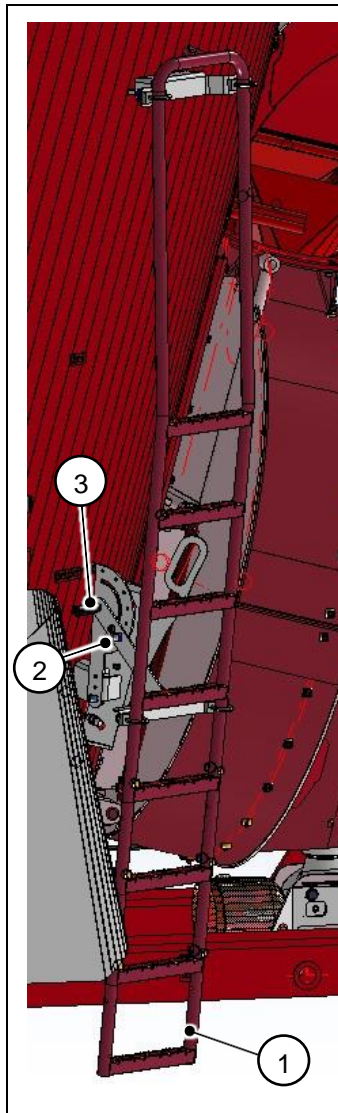

Fig. 33
- Wird der Futtermischwagen gefahren, muss die Aufstiegsleiter (1) klappbar eingeklappt sein → Fig. 33.
- Ausklappen der Aufstiegsleiter (1):
- Mit einer Hand den Rastbolzen (2) herausziehen und halten
- Mit der anderen Hand die Leiterstütze (3) am Handgriff nach außen ziehen.
- Ist die Leiter soweit nach außen gezogen, dass die Leiterstütze (3) eine gerade Linie bildet, den Rastbolzen (2) loslassen und darauf achten, dass dieser einrastet und die Aufstiegsleiter feststeht.
- Einklappen der Aufstiegsleiter (1):
- Mit der anderen Hand die Leiterstütze (3) am Handgriff so weit wie möglich nach hinten drücken.
- Den Rastbolzen (2) loslassen und darauf achten, dass dieser einrastet und die Aufstiegsleiter feststeht.